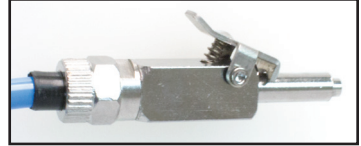

Fig. 2
3. Inserte completamente el tubo de suministro de agua en la conexión de la línea de suministro de agua de la unidad principal (Fig. 1) hasta que encaje en su sitio y, a continuación, conecte la unión de desconexión rápida (Fig. 2) a la fuente de agua. Verifique que no haya fugas.